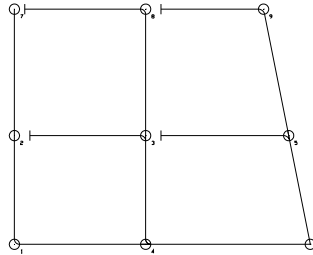

Fig. 4 Red de alcantarillado con cabezas de atarjea indicadas
7. Seleccione la rutina para indicar cabezas de atarjea (**CivilCAD>Módulos>Redes de alcantarillado>Tuberías>Indicar>Cabeza de atarjea**). La Fig. 4 muestra la red de alcantarillado con las cabezas de atarjea indicadas.